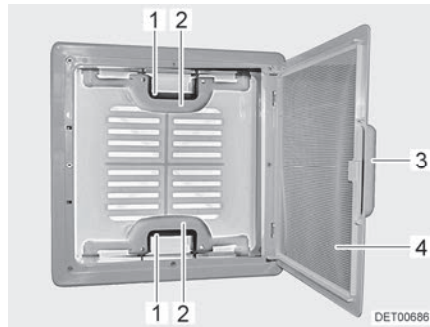

Bild 73 Dachhaube mit Schnappverschluss
- Am Griff (Bild 73,3) ziehen.
- Insektenschutz (Bild 73,4) nach unten klappen.
- Schnappverschluss (Bild 73,1) zur Innenseite der Dachhaube drücken. Gleichzeitig mit dem Griff (Bild 73,2) die Dachhaube nach oben drücken.
- Insektenschutz (Bild 73,4) nach oben schwenken, bis er einrastet.
- An beiden Griffen (Bild 73,2) die Dachhaube kräftig nach unten ziehen, bis beide Schnappverschlüsse (Bild 73,1) eingerastet sind.